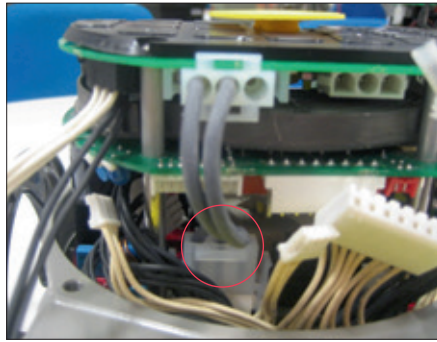

Abb. 9
- Schließen Sie das 2-polige Stromversorgungskabel der OM13-Karte an die Stromversorgungsplatine an (Abbildung 9).